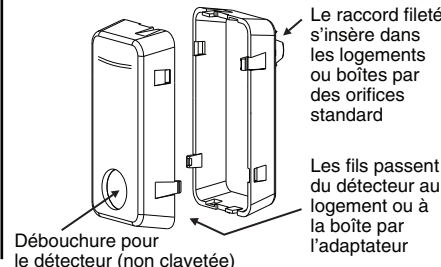

Figure 2B
REMARQUE RELATIVE À L'ADAPTATEUR : si le luminaire ou la boîte électrique ne se prête pas à une installation sans obstruction, il faut recourir à l'adaptateur OSFOA-00W de Leviton (**figure 2A**). Ce dispositif est conçu pour permettre des positions de montage optimales en fonction de diverses hauteurs d'installation (**figure 2A**). Un raccord fileté et claveté est fourni pour le maintenir en place pendant le serrage du contre-écrou, également fourni. Se reporter au besoin à une des sections relatives à l'installation de ces adaptateurs. Le modèle OSFLO convient quant à lui à une seule hauteur; il est doté d'un raccord enclenchable, sans contre-écrou (**figure 2B**).
- L'adaptateur est constitué de deux coquilles. Placer celle du côté « fixation » sur la paroi d'installation afin de déterminer quelle débouchure clavetée utiliser pour assurer une couverture optimale au détecteur. Le dessus de ce dernier devrait arriver à égalité ou plus bas que le bord inférieur de la paroi (**figure 2B**).